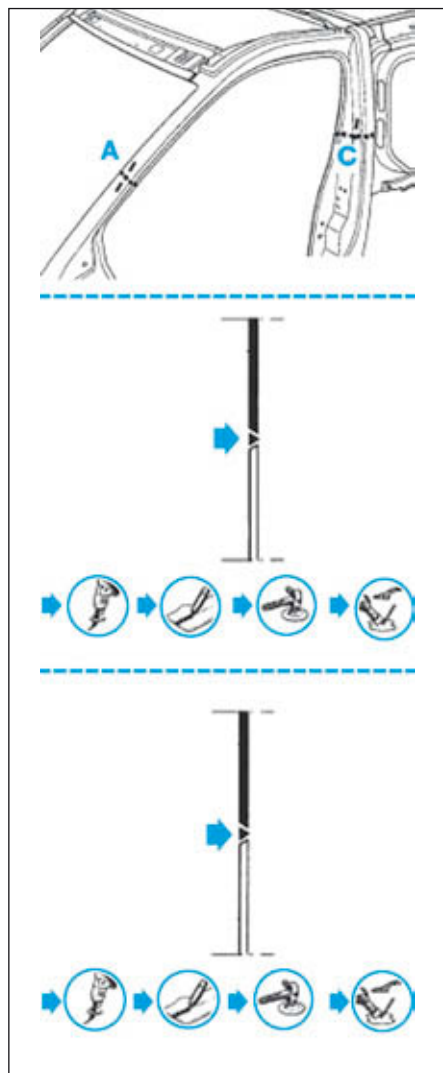
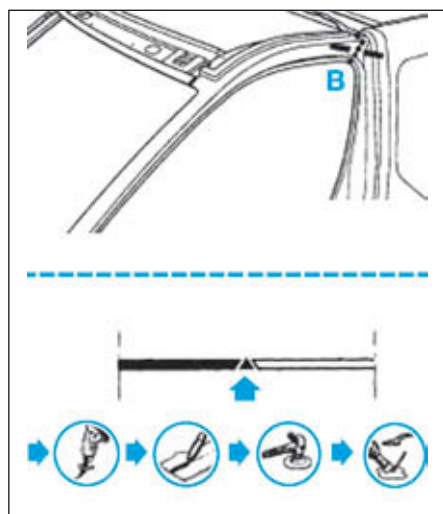

FIG.41
FIG.42
- Tracer puis découper le haut de caisse de cabine (Fig.41) et (Fig.42).
- Souder par cordon MAG (Fig.41) et (Fig.42).